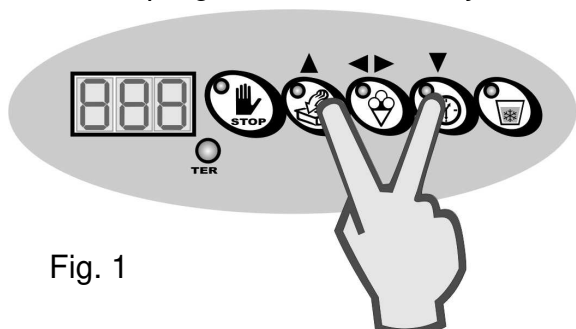
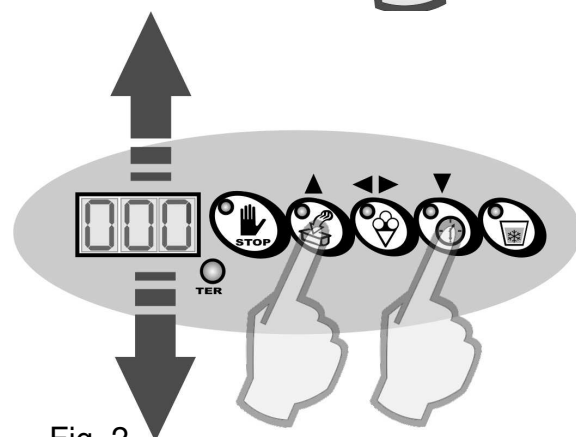

Fig. 1
Fig. 2
3. Con la máquina en STOP, presione y mantenga presionados simultáneamente las teclas “UP” y “DOWN” hasta que aparezca la pantalla de selección de la contraseña (fig. 1). Introduzca la contraseña aumentando o disminuyendo los valores mediante las teclas UP y DOWN (FIG.2); luego presione CONFIRMACIÓN para convalidar la contraseña introducida. Si desconoce la contraseña, contacte con el servicio de asistencia de Frigomat.
5. Si no desea aportar ninguna modificación al valor del paso seleccionado, presione la tecla “UP” para acceder directamente al paso siguiente. (fig. 2)